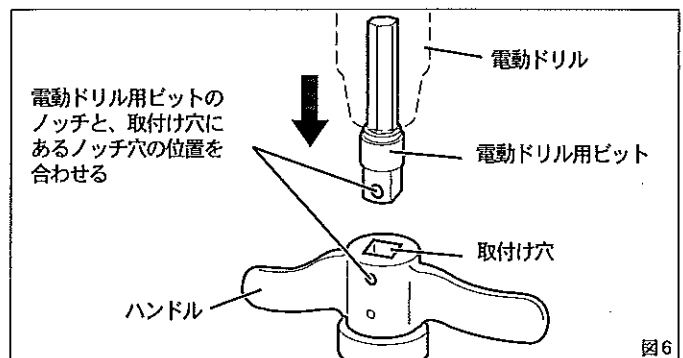

図6
■電動ドリルを使用する場合 (図6)
- ①電動ドリルに電動ドリル用ビットを取付けてください。
- ②ハンドルの中心にある電動ドリル用ビット取付け穴にビットの先端を挿入します。ビットのノッチと取付け穴にあるノッチ穴の位置を合わせてください。
- ③クランプ部をしっかりと保持しながら電動ドリルを回転させます。「カチカチ」と音がしてから2~3回転空転させればフレア加工は完了です。